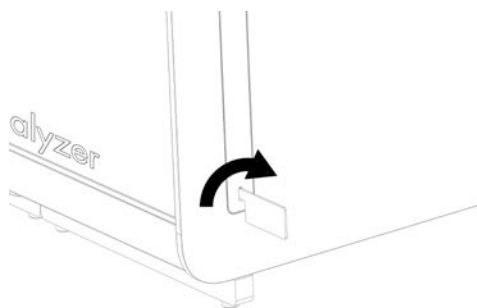

Abbildung 15: Entfernen der Schutzabdeckungen
3. Entfernen Sie die Schutzabdeckungen von der Seite des Analysemodul mit dem dafür vorgesehenen im Lieferumfang des QIAstat-Dx Analyzer 1.0 enthaltenen Werkzeug (Abbildung 15).